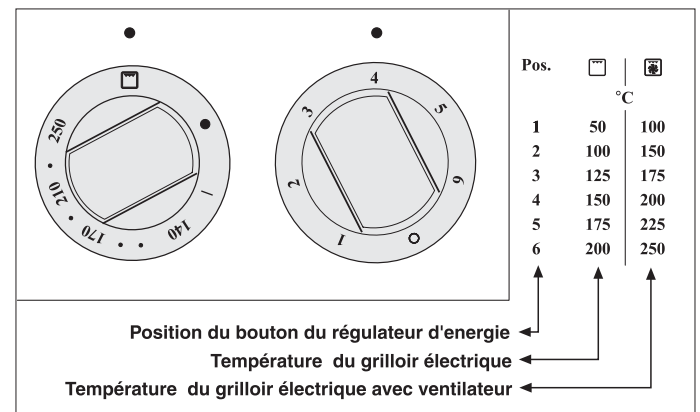

Fig. 5D
**NOTE :** cette fonction doit être utilisée avec thermostat du four en position grilloir, le régulateur d'énergie en position 4 (fig. 5D) et l'interrupteur de la turbine actionné.